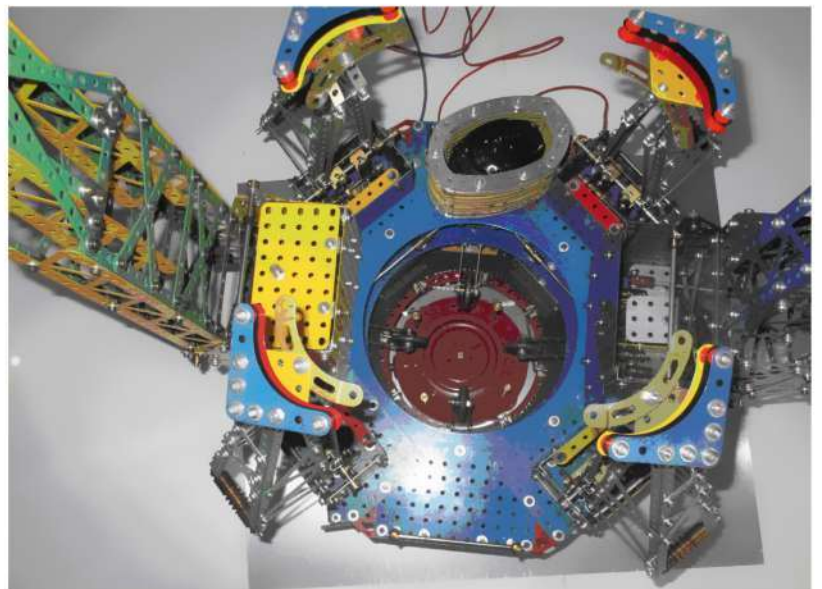

Fig. 4 Vue du dessus du modèle bras déployés
La figure 4 montre le système vu du dessus avec les bras déployés après le décollage de Soyouz. On remarquera en particulier l'extrémité des bras de maintien avec des pièces incurvées (90) qui viendront enserrer la fusée juste au dessus des boosters. On distingue dans le fond du socle le roulement 168, qui va se relever de deux centimètres pour simuler le décollage. L'extrémité des bras de maintien est lestée avec des poulies 22a.